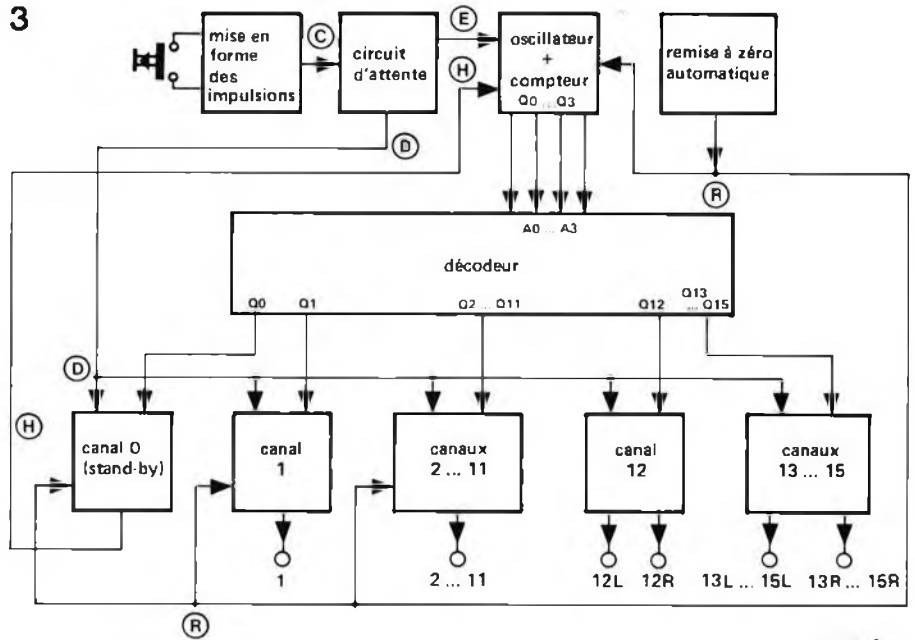

Figure 3. Schéma synoptique du Monoselektor.
- 3) Si l'on appuie à nouveau sur le bouton "selektor" pendant ce temps "d'attente", il faut délivrer au canal approprié une impulsion de commande. Comme on pouvait le voir à la figure 3, cela signifie que D passe à l'état haut et y reste, tant que le bouton "selektor" est maintenu fermé.